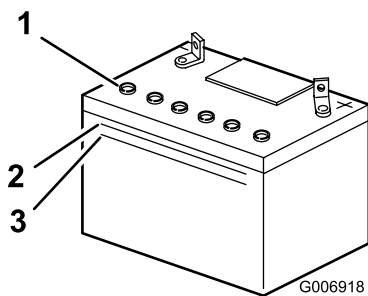

Figura 27
2. Guardate il fianco della batteria. L'elettrolito deve raggiungere la linea superiore (Figura 27).
Nota: Non lasciate scendere l'elettrolito sotto la linea inferiore (Figura 27).
3. Togliete i tappi di spurgo dalla batteria (Figura 27).
4. Aggiungete lentamente acqua distillata in ogni elemento della batteria finché l'elettrolito non raggiunge la linea superiore (Figura 27) sulla cassetta della batteria.
5. Attendete cinque o dieci minuti dopo avere riempito gli elementi della batteria. All'occorrenza, aggiungete dell'acqua distillata finché l'elettrolito non raggiunge la linea superiore (Figura 27) sulla cassetta della batteria.